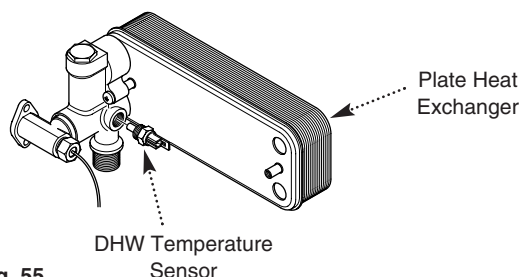

Fig. 55
12.11 DHW Temperature Sensor (Fig. 55)